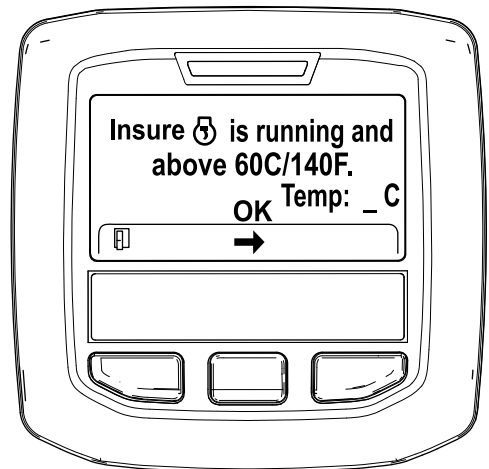

Figura 44
5. Si la temperatura del refrigerante se encuentra por debajo de 60 °C (140 °F) aparece el mensaje "Insure ☺ is running and above 60C/140F" (Asegúrese de que está funcionando y por encima de 60 °C/140 °F). (Figura 44).